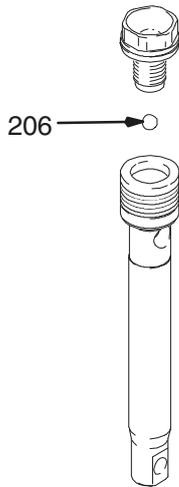

Abb. 10
Abb. 10. Kugel (206) in die Kolbenstange einbauen. Wenn Loctite® auf das Kolbenventilgewinde aufgetragen wurde, ist darauf zu achten, dass kein Loctite auf die Kugel gelangt.